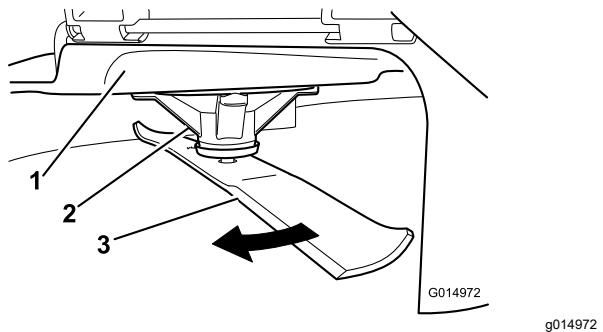

Figura 97
- Llevando guantes fuertemente acolchados u otro tipo de protección apropiada para las manos, gire la cuchilla lentamente hasta una posición que permita medir la distancia entre el filo de corte y la superficie nivelada en la que descansa la máquina (Figura 97).